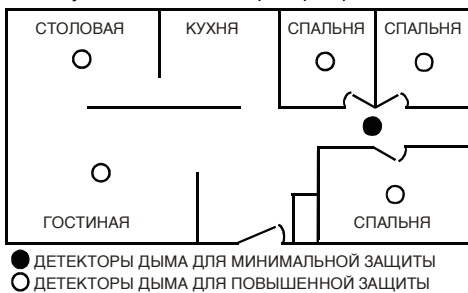
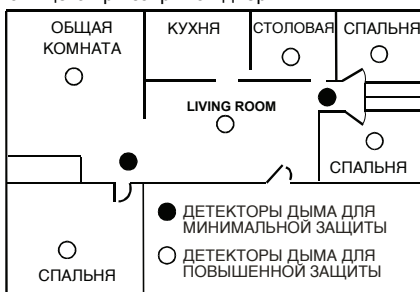

Рис. 5. Расположение детекторов дыма в одном жилом помещении с одной спальней зоной
Рис. 6. Расположение детекторов в жилом одноэтажном доме с несколькими спальными зонами
- Необходимо устанавливать детектор дыма в коридоре, ведущем в каждую отдельную спальню (как это показано на рис. 5). В домах, где есть две спальные зоны, необходимо устанавливать два детектора дыма (как это показано на рис. 6).